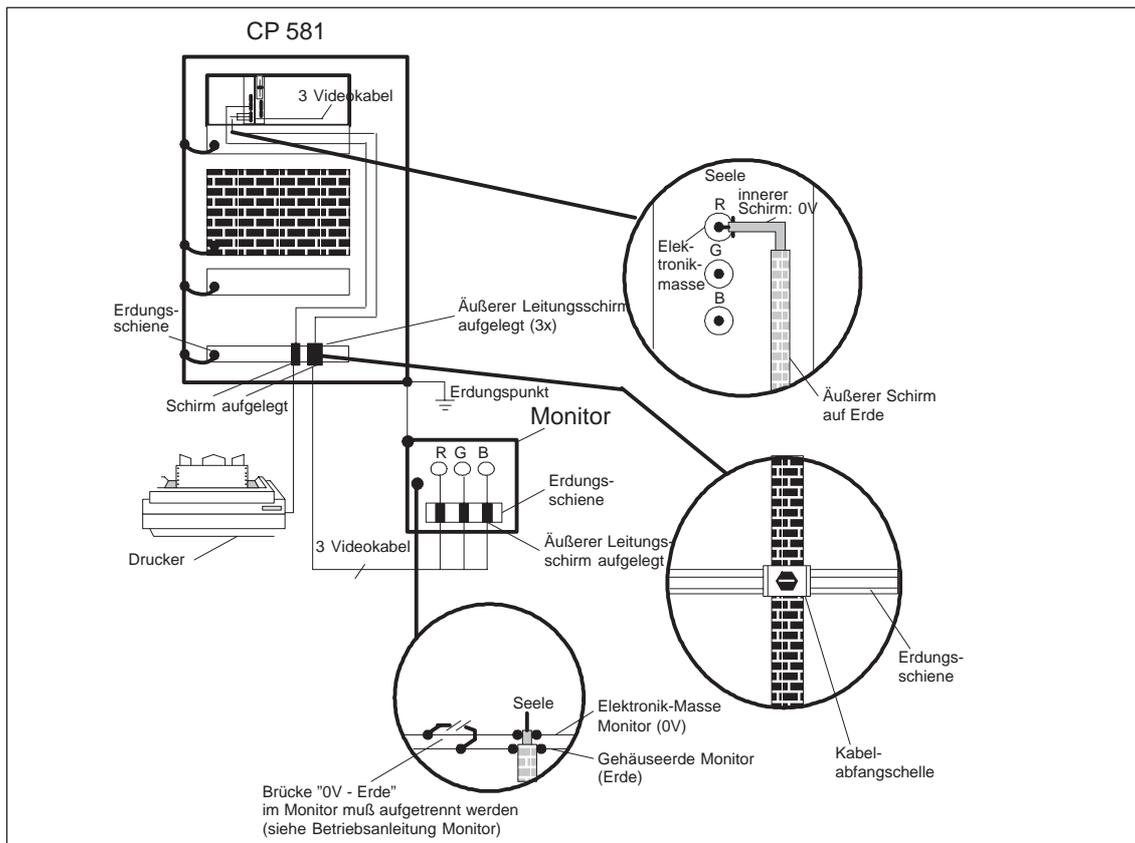

Bild 2-14 Kabelanschluß an Erdungsschienen
- Bei TRIAX-Kabeln verbinden Sie nur den äußeren Schirm des Monitorkabels mit dem Gehäusepotential des Prozeßmonitors (siehe Bild 2-14).
- Trennen Sie die Elektronik-Masse des Monitors (siehe Bild 2-14) von der Gehäusemasse. Bei dem in Kapitel 6 aufgeführten Siemens Multi-standard-Farbmonitor 6AV1 414-0AA00 ist eine Trennung bereits vorgeesehen.